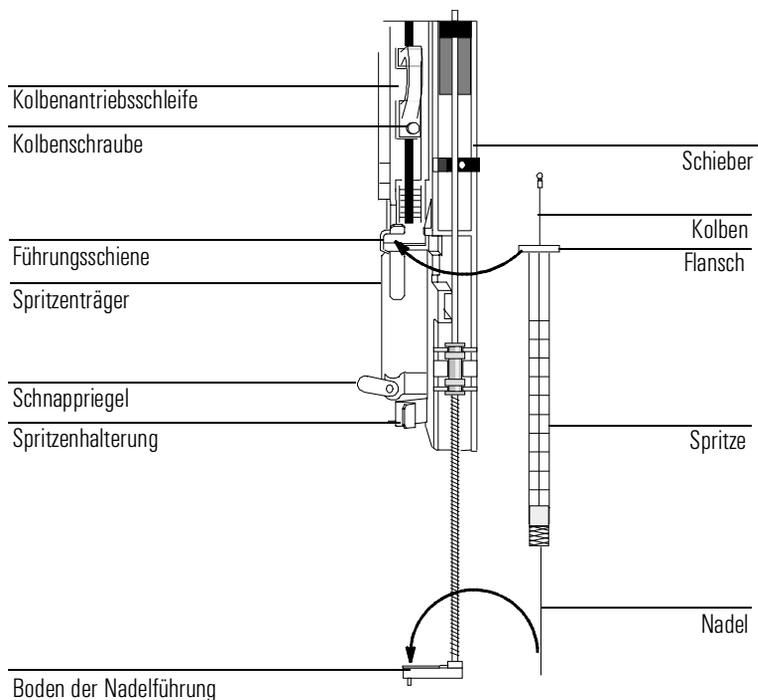

Abbildung 10 Installation der Spritze
3. Schieben Sie den Spritzenträger nach oben (oder unten), bis Sie Zugang zur Spritze haben (siehe Abbildung 10).